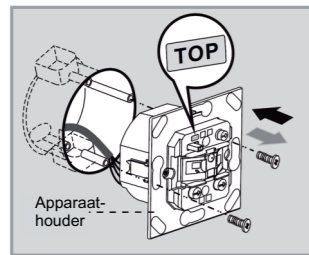

Afbeelding 9
3.4.1.2 Schroef de klemmen los en sluit de leidingen aan, zoals beschreven op de afbeeldingen 5 - 7. Strip de draden 6-8 mm (zie afbeelding 9).